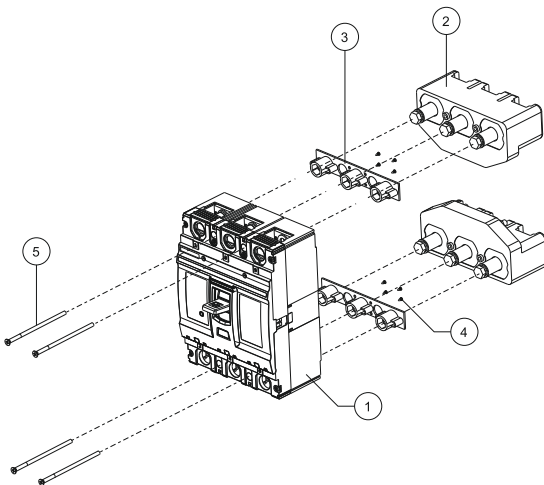

Рисунок 2 – Схема сборки панелей ПМм-1
4.4 Порядок монтажа панелей ПМм следующий (рисунок 2):